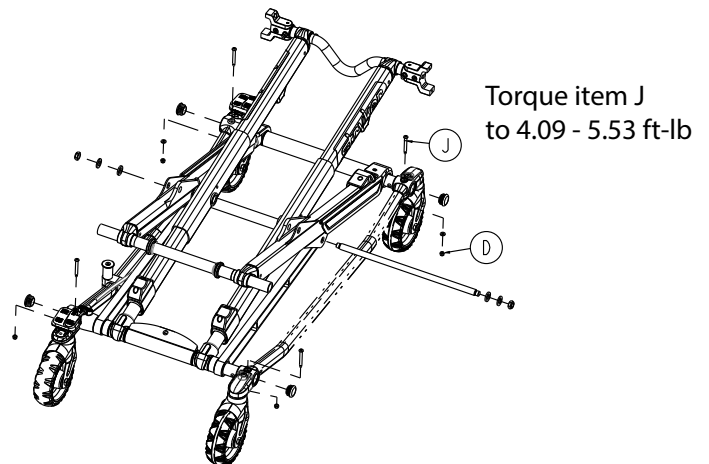

Figure 83 – Retirer le boulon et l'écrou du côté tête
9. À l'aide d'une clé Torx T27 et d'une clé mixte de 3/8 po, retirer le boulon de montage de la roulette (J) et l'écrou en Fiberlock (D) qui fixent le tube de la base externe (Figure 83). Conserver le boulon et l'écrou. Répéter l'opération du côté pieds.